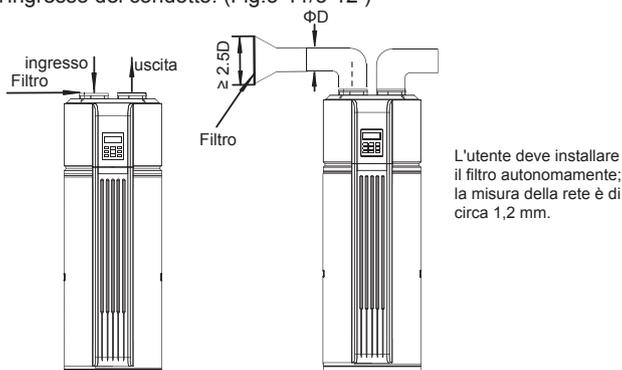

Fig. 3-11 HWHM-TDF190/1.5-H31
- 5) Installare il filtro all'ingresso dell'apparecchio. Se l'apparecchio è dotato di condotto, il filtro al suo interno deve essere posizionato all'ingresso del condotto. (Fig. 3-11/3-12)